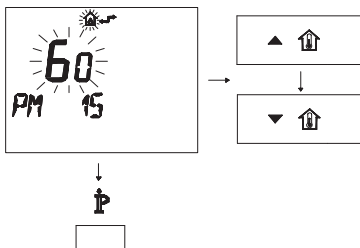

Figura 5.43
- Modificare il SET programmato agendo sui pulsanti o fino a visualizzare un set di 60, aspettare che il numero programmato cominci a lampeggiare (Figura 5.43)